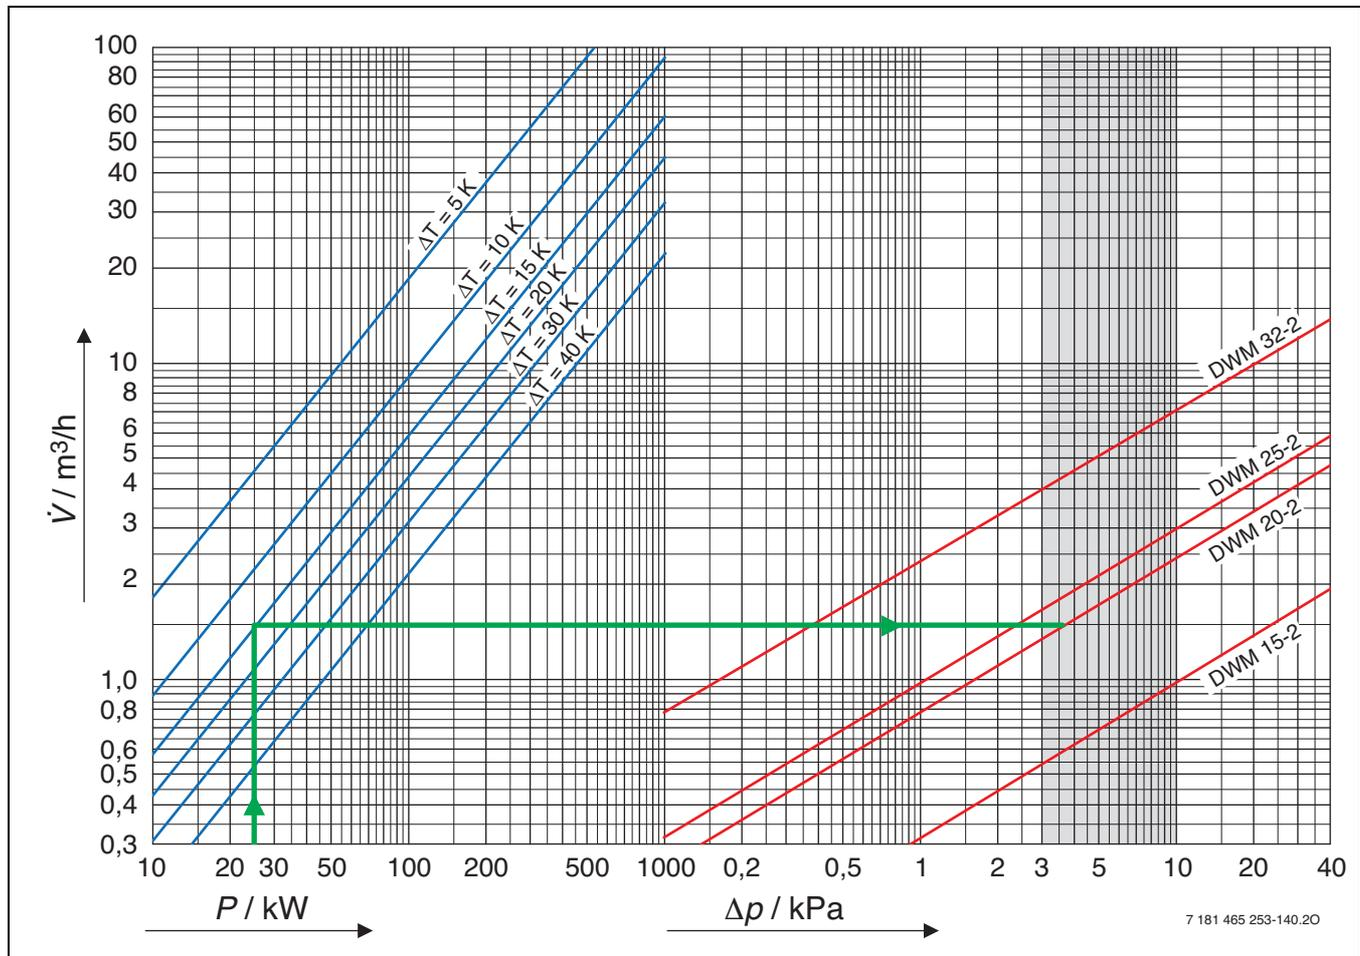

Bild 106 Auslegungsdiagramm für 3-Wege-Mischer
Um eine gute Reglercharakteristik zu erreichen, muss der Druckabfall im Mischer gleich sein dem Druckabfall des sogenannten „mengenvariablen“ Teils des Rohrnetzes, also ebenfalls ca. 3,0 ... 10,0 kPa. Dieser Zusammenhang liegt dem Dimensionierungsdiagramm (Bild 106) zugrunde.
- ▶ In der linken Hälfte von Bild 106 den Schnittpunkt von der Leistungslinie und der Temperaturdifferenzlinie suchen.
- ▶ In der linken Hälfte von Bild 106 den Schnittpunkt von der Leistungslinie und der Temperaturdifferenzlinie suchen. Dieser Schnittpunkt liegt bei dem Durchfluss von ca. $1,5 \text{ m}^3/\text{h}$.